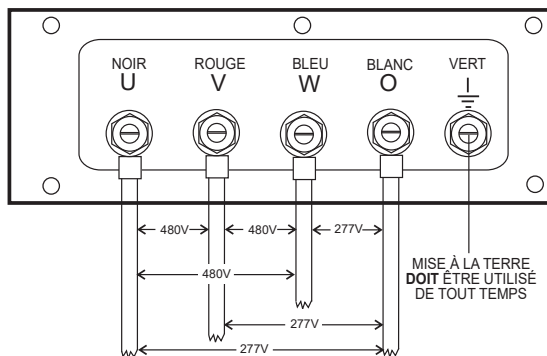

Figure 24. Bornes UVWO (connexions triphasées 480 volts)
2. Connectez les fils de charge aux **bornes de l'UVWO** comme indiqué dans la Figure 24.